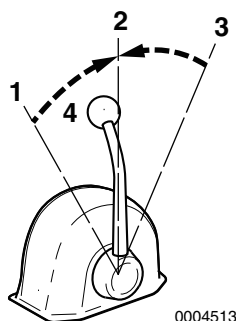

Figura 2
Utilize a alavanca do acelerador (**Figura 2, (4)**) para controlar a aceleração e a desaceleração. Mova a alavanca devagar.
2. Quando mover a alavanca entre MARCHA-À-FRENTE (**Figura 2, (1 ou 3)**) e MARCHA-À-RÉ (**Figura 2, (3 ou 1)**), leve a alavanca para NEUTRO (**Figura 2, (2)**) e pause antes de mudar lentamente para a posição desejada. **NUNCA** passe abruptamente de MARCHA-À-FRENTE para MARCHA-À-RÉ ou vice-versa.